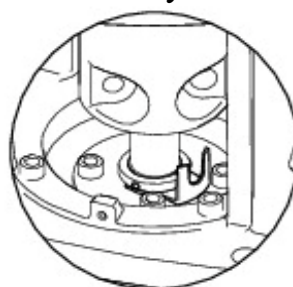

Рис.13
2. Зафиксировать положение уплотнения поз. 40 на валу поз. 30, для чего установить регулировочный калибр между оправкой для уплотнения и держателем. См. рис. 13.